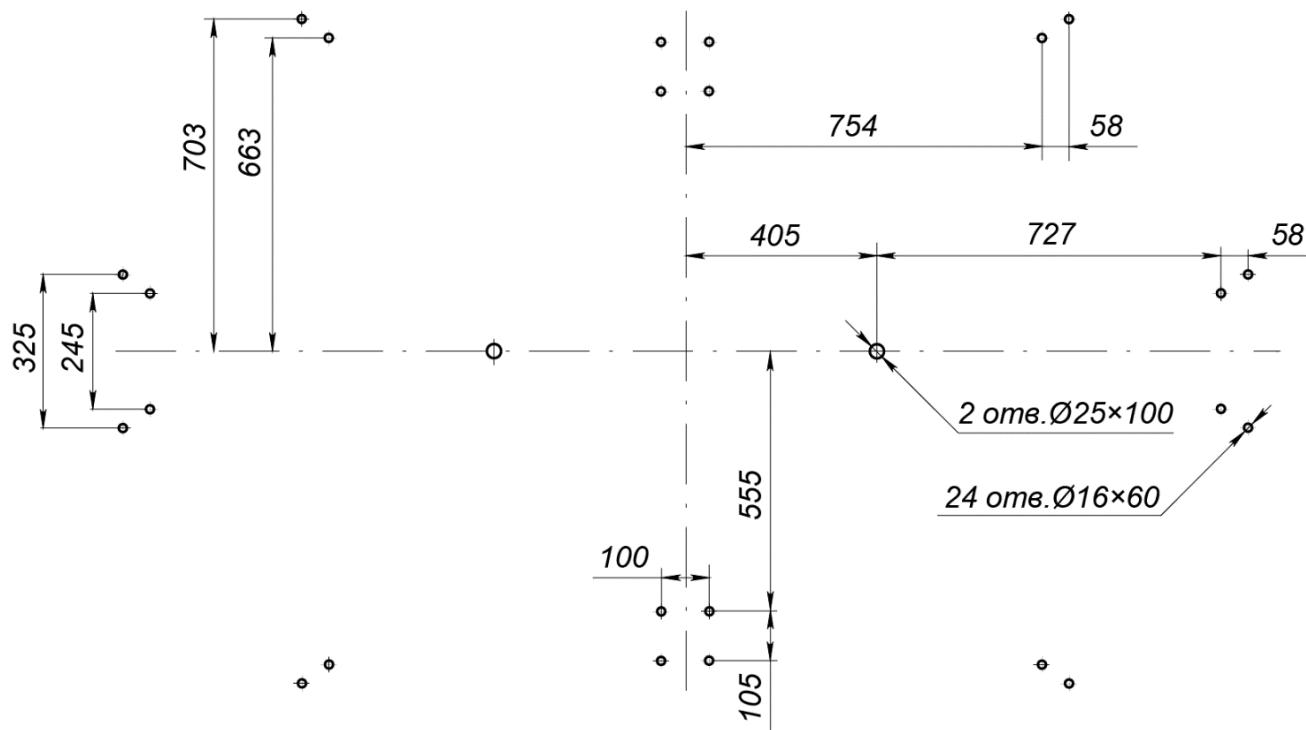

Рисунок 11. Схема разметки установочных отверстий
- Выполните на установочной поверхности разметку отверстий для монтажа турникета. Используйте шаблон из комплекта поставки, но затем обязательно проверьте истинность расстояний в соответствии с рис. 11.